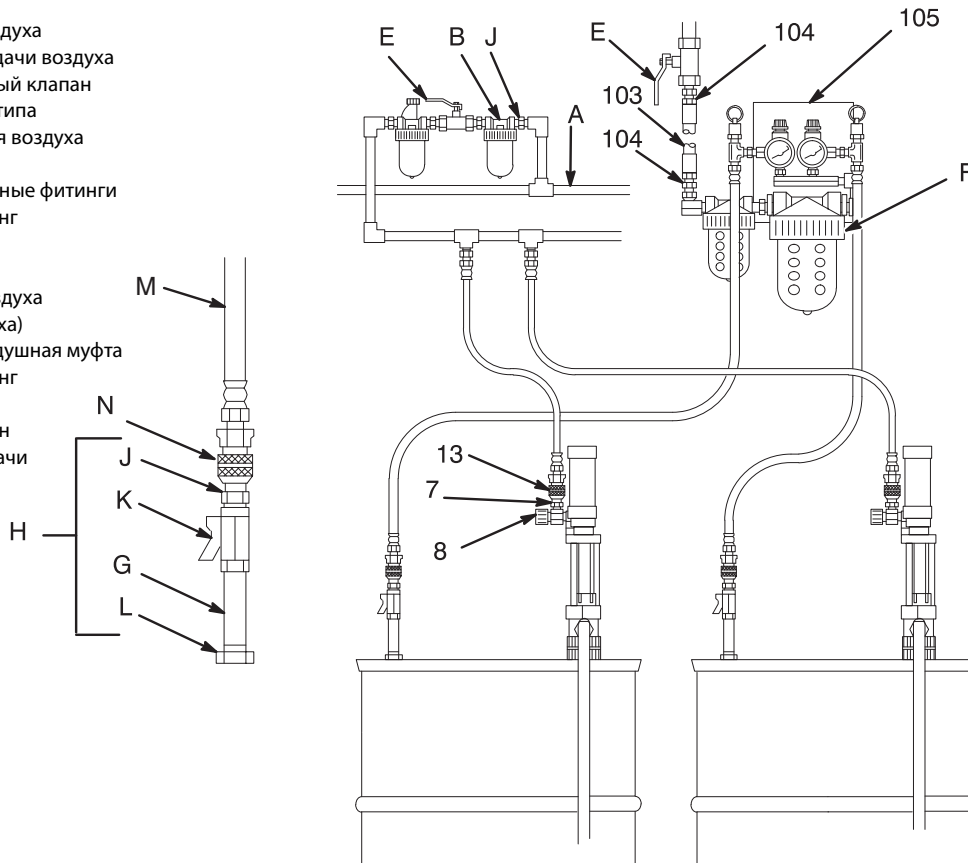

Рис. 3
5. Подсоедините шланг подачи воздуха к муфте линии подачи воздуха 1/4 npt (13). Шланги подачи воздуха (103) поставляются в комплекте 217381. См. рис. 3 на стр. 6.
2. Установите осушитель воздуха (105) в любом подходящем месте. Схему монтажных отверстий см. в руководстве 307548. См. рис. 3.
3. Отвинтите кольцо осушителя воздуха (F) и извлеките емкость. См. рис. 3. Снимите фильтр и заполните емкость влагопоглотителем, входящим в комплект. Произведите обратную сборку.
5. Подсоедините шланги для подачи сухого воздуха (M) к бочковым фитингам с такой же наклейкой, используя специальный стержневой фитинг (J) и муфту (N). См. рис. 3.
1. Отсоедините муфту шланга (N) от бочковых фитингов осушителя воздуха (H). См. рис. 3.
2. Оставьте шаровой клапан (K) открытым на несколько минут, чтобы снять давление воздуха в бочке, затем закройте клапаны.